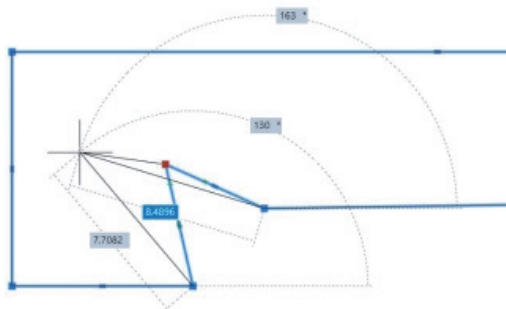

Рис. 17. Редактирование вершины. Растягивание
- курсор без знаков будет соответствовать растягиванию (рис. 17);